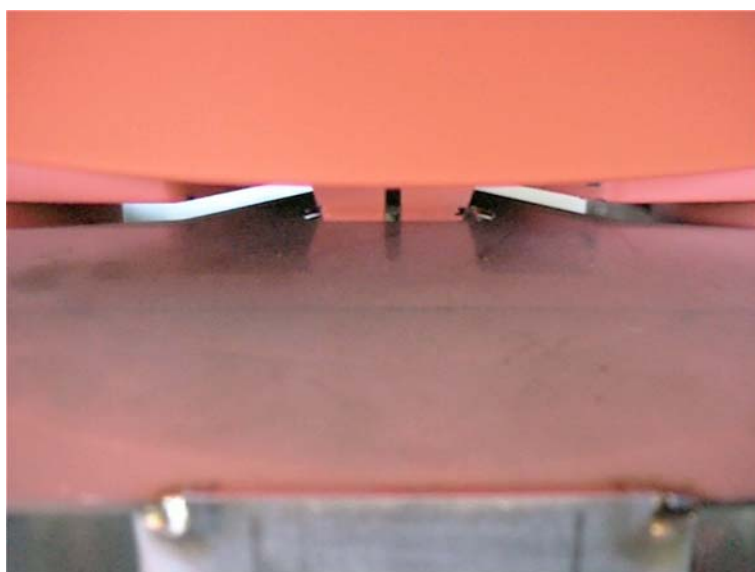

Abb.2
- ☐ Reihenstreuvorrichtung an der "Nase des Führungsbleches" einhängen (siehe Abb. 2).